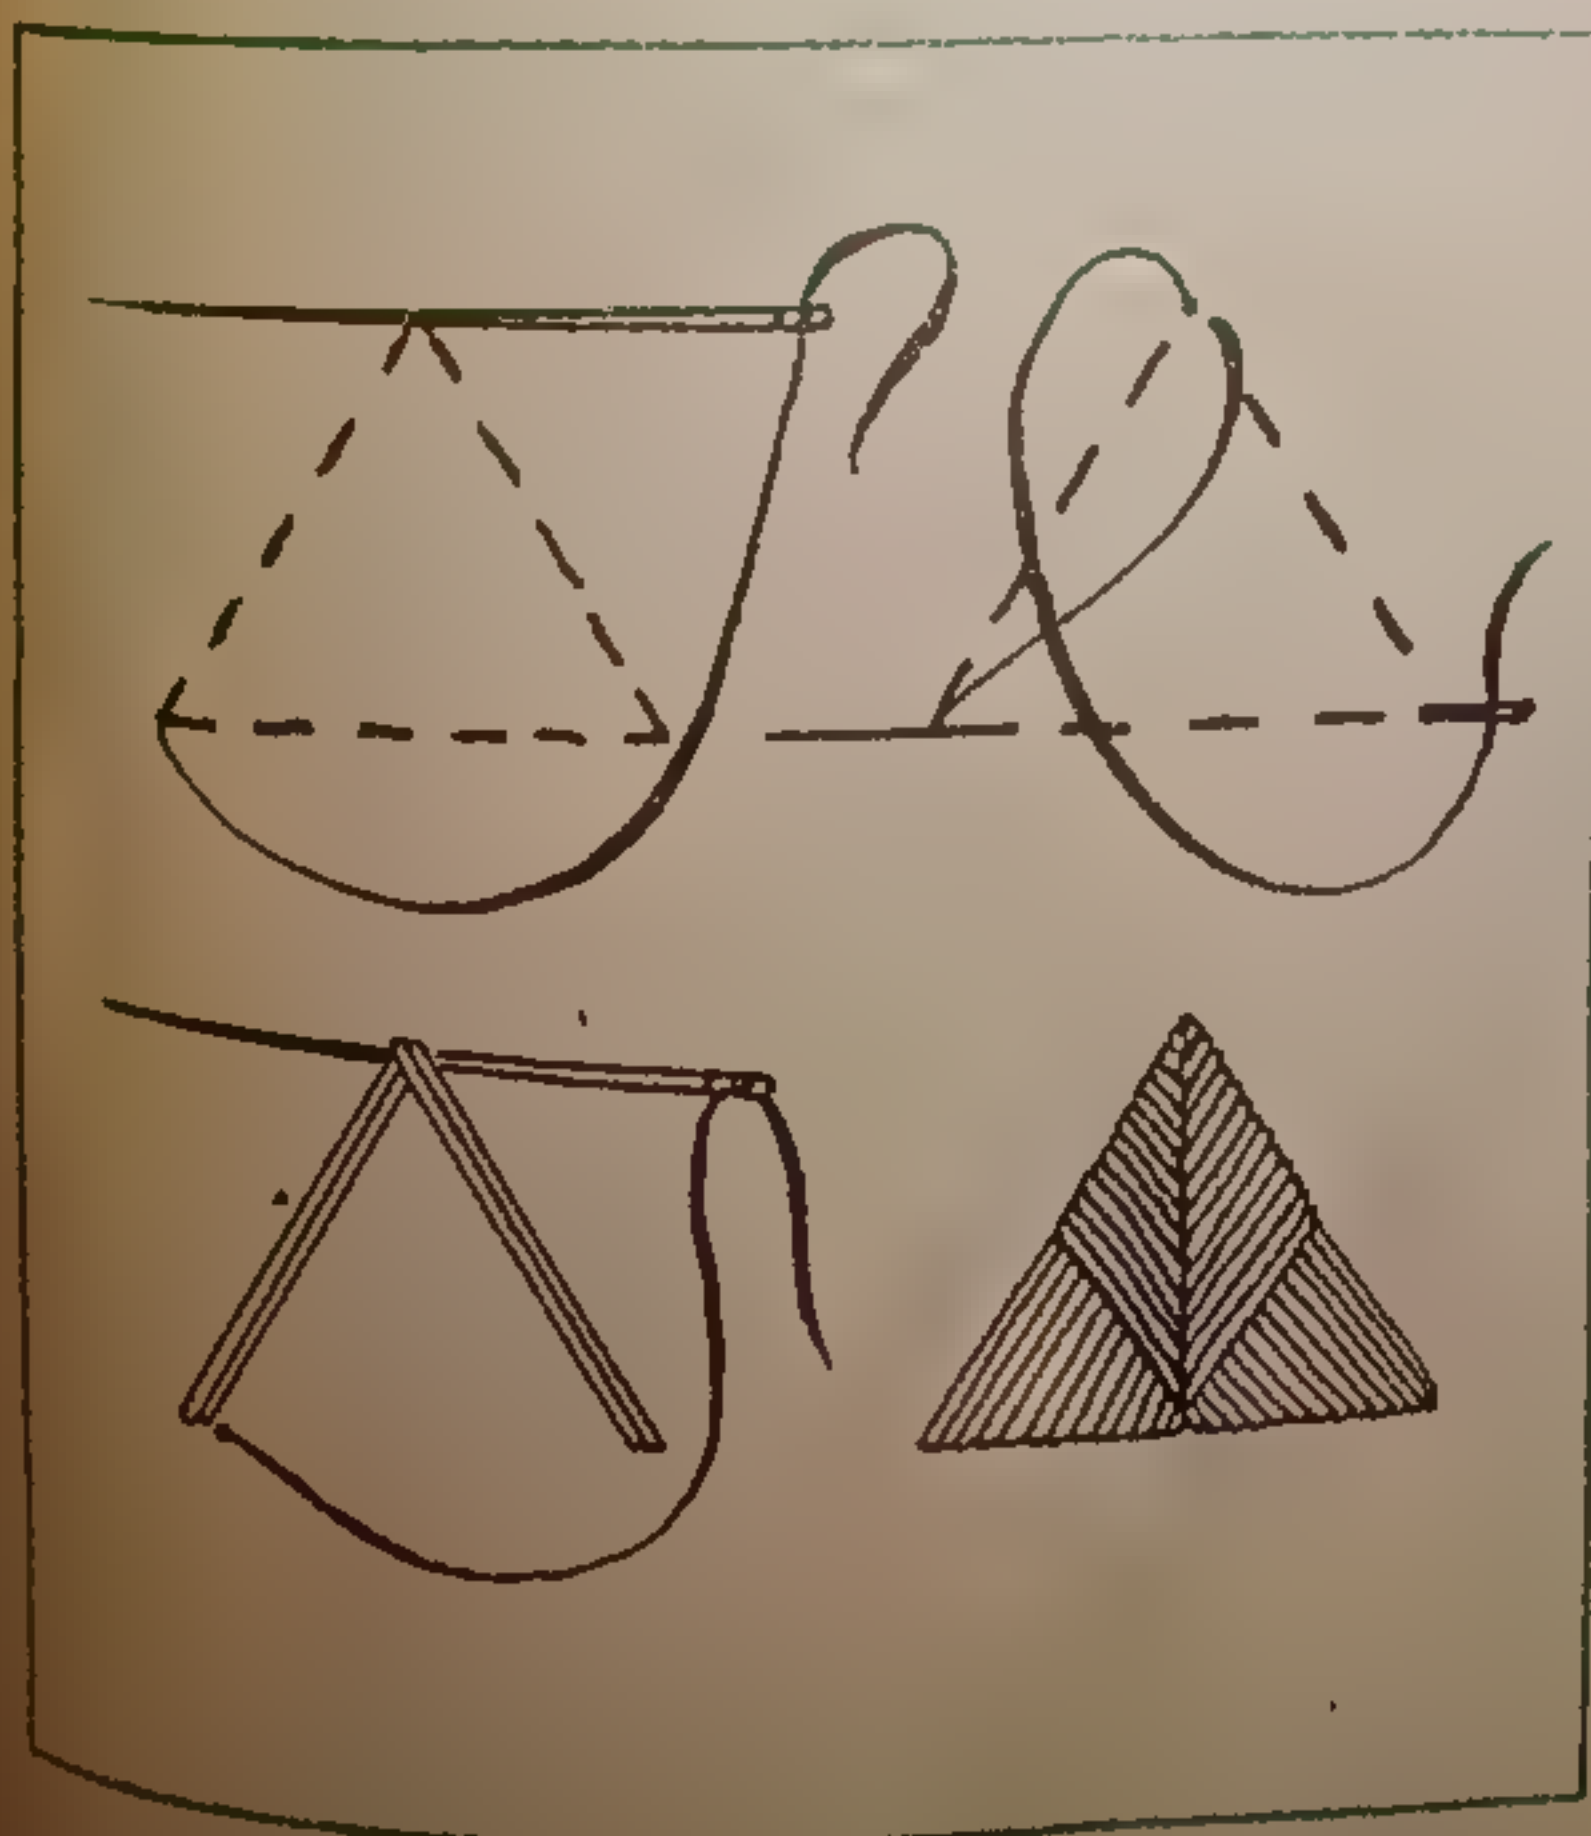

Рис. 44.
**Фигурная закрепка** («треугольник») используется не только как отделка, но и для укрепления верхних концов складок или разрезов юбки или краев карманов. Прежде всего намечают мелом или прямыми наметочными стежками контур равностороннего треугольника. Нить выводят на лицевую сторону изделия в нижнем левом углу и заполняют треугольник, как показано на рис. 44. При изготовлении закрепки старайтесь настилать нити плотно с одинаковым натяжением. Для прочности с изнанки можно проложить кусочек прокладочной ткани.